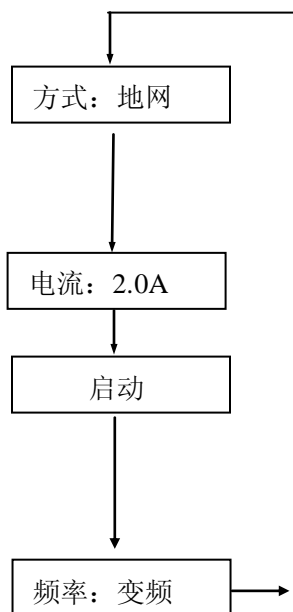

图 4
- 2) 按 ► 键可移动光标至各菜单项，并循环指示。被选中项反白字体显示。选择键的流程见图 4 所示。